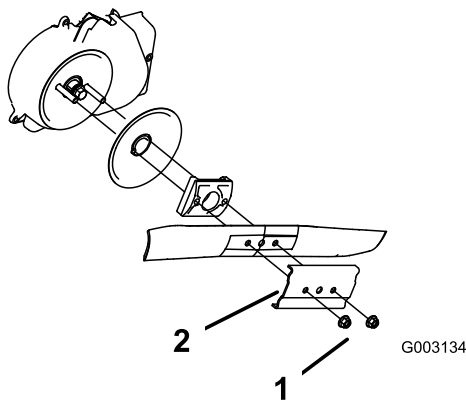

Figura 31
3. Retire las 2 tuercas de la cuchilla y el refuerzo (Figura 31).
4. Retire la cuchilla (Figura 31).
5. Instale la cuchilla nueva (Figura 31).